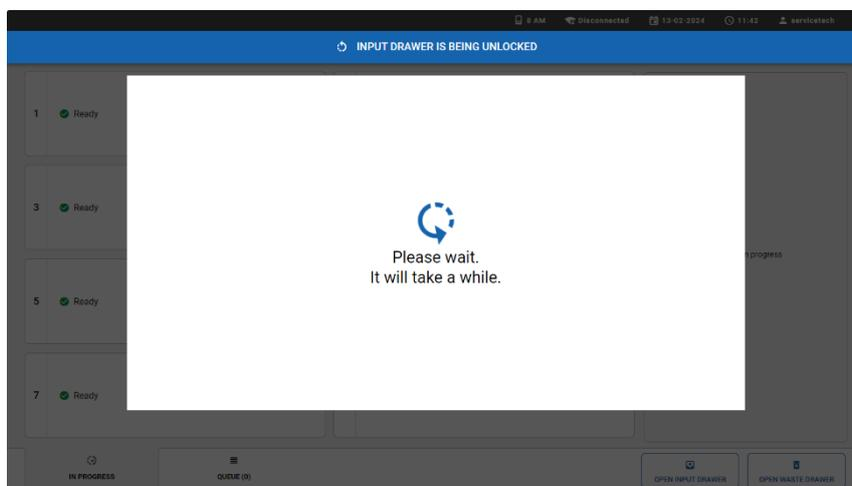

Figura 12. Finestra di dialogo di attesa del cassetto di alimentazione.
4. Attendere che il cassetto di alimentazione sia sbloccato (Figura 12).